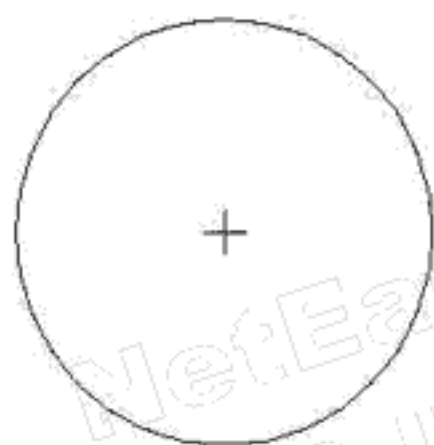
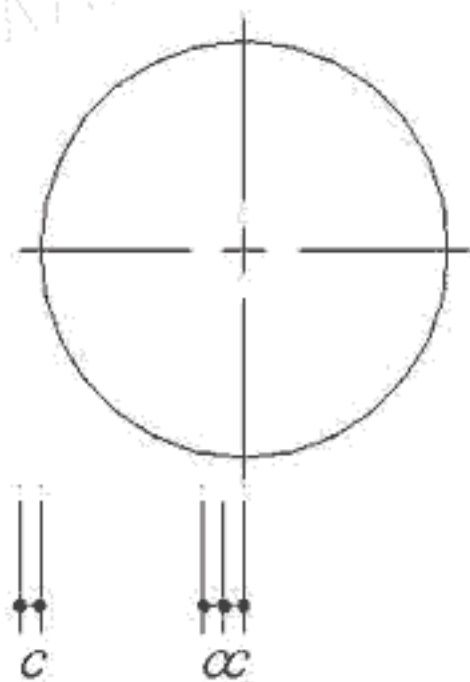

图 16 圆心标记
图 17 圆中心线标记
(1) 圆心标记是定位于圆心且长宽宜为 2mm 的“+”符号，见图 16。(2) 圆中心线标记，见图 17，中心为圆心标记， c 宜为 1mm。